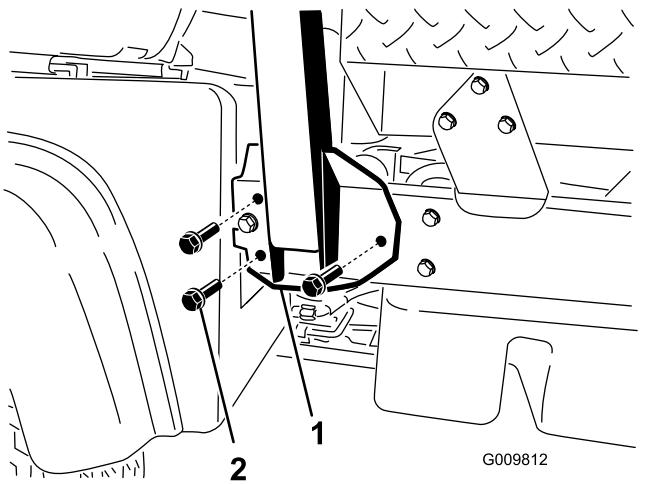

Figura 6
2. Alinee cada lado de la barra antivuelco con los taladros de montaje de cada lado del bastidor de la máquina (Figura 6).
pernos con arandela prensada ($\frac{1}{2}$ " x $1\frac{1}{4}$ ") en cada lado (Figura 6).